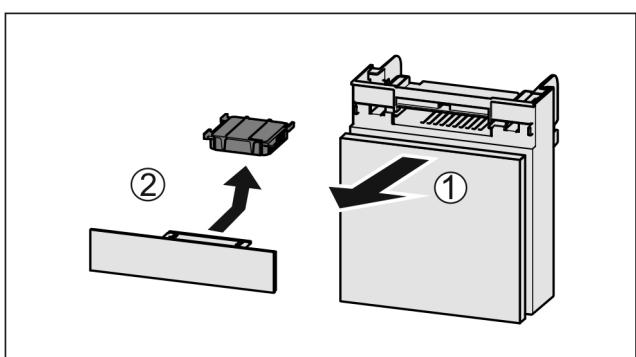

Fig. 31
- ▶ 向前拉出 Fig. 31 (1) 抽屉。
- ▶ 取出 Fig. 31 (2) 活性炭过滤器。